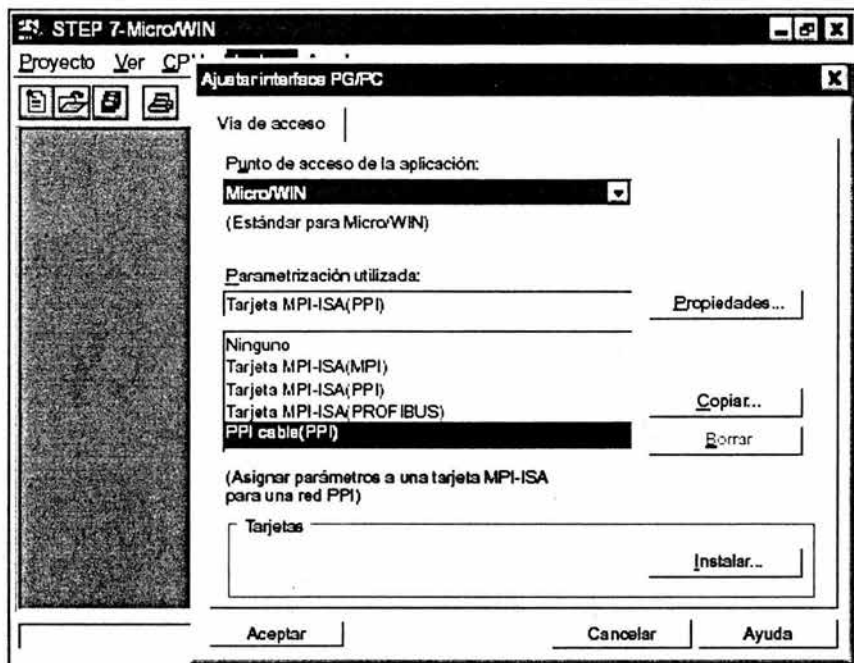

Figura 8-7 Ajustes en el cuadro de diálogo “Interface PG/PC”
En el cuadro de diálogo “Comunicación”, haga clic en el botón “Interface PG/PC” para acceder al cuadro de diálogo “Ajustar interface PG/PC” ver figura 8-7.
1. Estando en el cuadro de diálogo “Ajustar interface PG/PC” (ver figura 8-7), elija “Micro/WIN” en el cuadro de lista “Punto de acceso de la aplicación” de la ficha “Vía de acceso”.